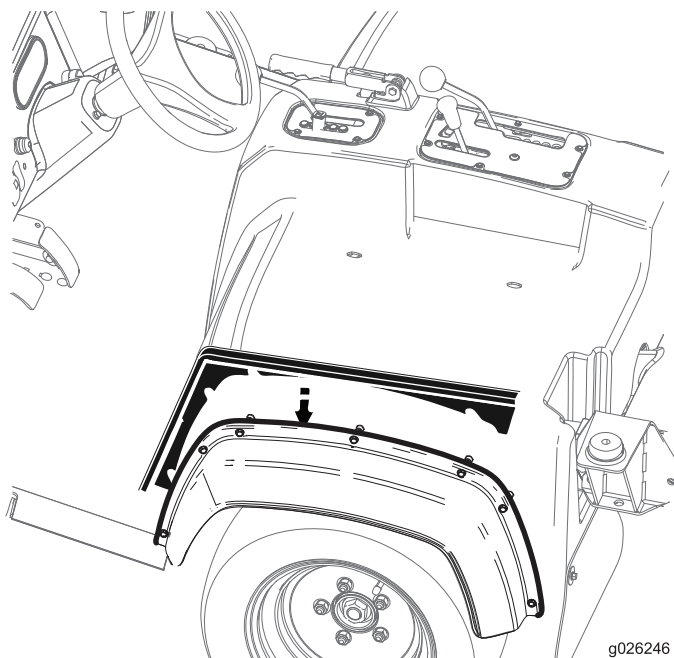

Рисунок 24
2. Вставьте боковые панели между кожухами сиденья и боковыми крыльями, как показано на Рисунок 24.